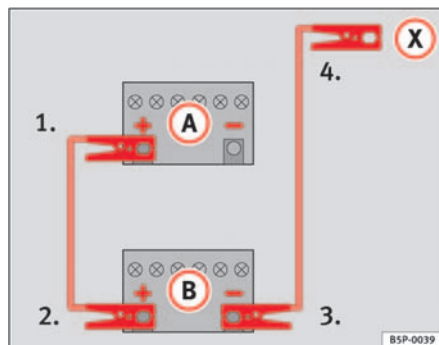

Fig. 198 Esquema de conexión de los cables de emergencia
En la ⇒ fig. 198 **A** representa a la batería sin carga y **B** a la batería con carga.
1. Emborne un extremo del cable de emergencia rojo al polo positivo ⇒ fig. 198 (+) del vehículo con la batería descargada ⇒ ⚠.
4. Emborne el otro extremo del cable negro de emergencia (X) a una pieza de metal maciza unida al bloque motor o al mismo bloque motor del vehículo con la batería descargada, lo más alejado posible de la batería ⇒ ⚠.